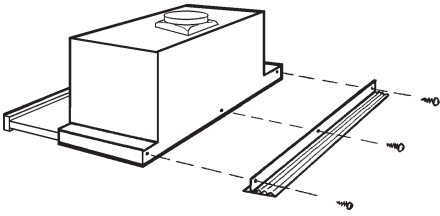

fig.8
Fixation murale de la hotte (fig. 8)
2. Afin de compenser des vides éventuels de profondeur entre l'appareil et le mur, une entretoise en plastique a été prévue; elle doit être fixée à l'arrière de l'appareil au moyen de trois vis (Fig.8). Les 3 vis à utiliser se trouvent dans le sachet des accessoires joint à l'entretoise. Coupez l'entretoise en fonction de la pièce d'entretoisement suivant la distance qui doit être compensée.